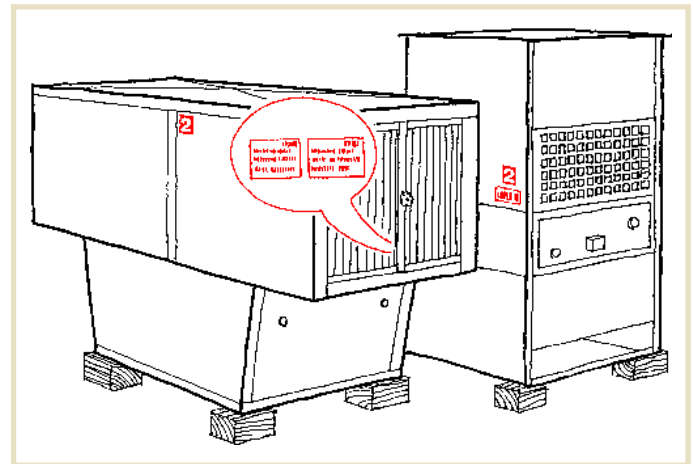

Рис. 31: Идентифицирующие таблички и маркировка блоков агрегата
i Нижний и верхний блоки одного агрегата имеют одинаковую нумерацию (см. Рис. 31)
- Убедитесь в том, что типоразмер и конструкция элементов агрегата соответствует заказу. Для этого проверьте идентифицирующие таблички, которые находятся (см. Рис. 31):
- Убедитесь в соответствии верхней и нижней частей агрегата, т.е. сверьте их идентифицирующие таблички (см. Рис. 31).